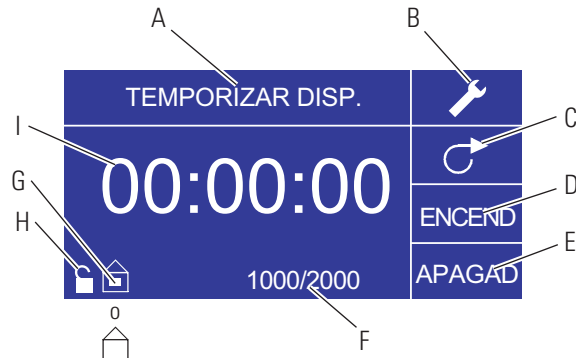

Figura 3-4. Pantalla de modo de descarga de tiempo
- I. **Despliegue de tiempo:** Los dígitos centrales muestran el tiempo que le queda al propulsor en el tiempo de actividad o inactividad resaltado a la derecha de la pantalla (posición D o E, Figura 3-4).
6. **Cómo fijar el tiempo de actividad (“ON”):** Para fijar el tiempo de actividad, use la almohadilla direccional y el botón de INGRESAR para seleccionar el campo de actividad (ON) (vea la posición D, Figura 3-4). Hacer esto destacará el temporizador al centro de la pantalla (vea la posición I, Figura 3-4). Pulsar de nuevo INGRESAR, permite fijar el temporizador usando las flechas ASCENDENTE/DESCENDENTE. Alterne entre los dígitos usando las flechas de IZQUIERDA/DERECHA. Habiendo seleccionado un tiempo de actividad óptimo, pulse de nuevo INGRESAR para validar. El propulsor funcionará ahora por el tiempo que aparece al centro de la pantalla.
7. **Cómo fijar el tiempo de inactividad (OFF):** Para fijar el tiempo de inactividad, use la almohadilla direccional y el botón de INGRESAR para seleccionar el campo de inactividad (OFF) (vea la posición E, Figura 3-4). Hacer esto destacará el temporizador al centro de la pantalla (vea la posición I, Figura 3-4). Pulsar de nuevo INGRESAR, permite fijar el temporizador usando las flechas ASCENDENTE/DESCENDENTE. Alterne entre los dígitos usando las flechas de IZQUIERDA/DERECHA. Habiendo seleccionado un tiempo de inactividad óptimo, pulse de nuevo INGRESAR para validar. El propulsor dejará de funcionar por el tiempo que aparece al centro de la pantalla. **NOTA:** Si el tiempo de inactividad se fija en 00:00:00, el propulsor requerirá de una **entrada de INICIO/DETENCIÓN** desde el teclado o el conector de entrada/salida (E/S) remoto para iniciar la siguiente descarga.
8. **Cómo seleccionar el tamaño de los lotes:** Ante de poner en marcha el propulsor en los tiempos de ON/OFF seleccionados, seleccione un tamaño de lote para la operación. Para hacerlo, use la almohadilla direccional y el botón de INGRESAR para seleccionar el icono de LOTE (vea la posición F, Figura 3-4). En la pantalla de conteo de lote, pulse el botón de INGRESAR y luego use las flechas ASCENDENTE/DESCENDENTE en la almohadilla direccional para seleccionar un tamaño de lote. Alterne entre los dígitos usando las flechas de IZQUIERDA/DERECHA. Pulse INGRESAR una vez más para validar el tamaño de lote seleccionado. Fijado en cero (0) el propulsor funcionará por un infinito número de ciclos y aparecerá el símbolo de ∞ . Use la almohadilla direccional para seleccionar SALIR para regresar a la pantalla de operación de descarga de tiempo.
10. **Cómo reponer los lotes:** Para reponer un lote, use la almohadilla direccional y el botón de INGRESAR para seleccionar el icono de LOTE (vea la posición F, Figura 3-4). En la pantalla de conteo de lote, use la almohadilla direccional para seleccionar REPONER y pulse el botón de INGRESAR para reponer el conteo de lote, seleccione SALIR para regresar a la pantalla de operación principal en modo de descarga de tiempo.